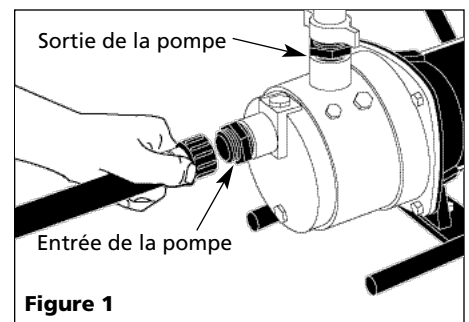

Figure 1
tionneront parfaitement pour les tuyaux d'arrivée et de sortie. (Rappel : réduire la longueur de tuyau et le nombre de raccords.) Un adaptateur de boyau d'arrosage est inclus (voir la figure 1).
7. Raccorder le tuyau de sortie ou le boyau à la pompe. La connexion de sortie est conçue pour un filetage NPT de 1 po (2,54 cm). Un tuyau rigide tel que de PVC ou un boyau de jardinage peut servir. Un adaptateur pour le filetage du boyau de jardinage est inclus (figure 1).
1. Raccorder le tuyau d'arrivée ou le boyau à la pompe. Un adaptateur pour le filetage du boyau de jardinage est inclus (figure 1).